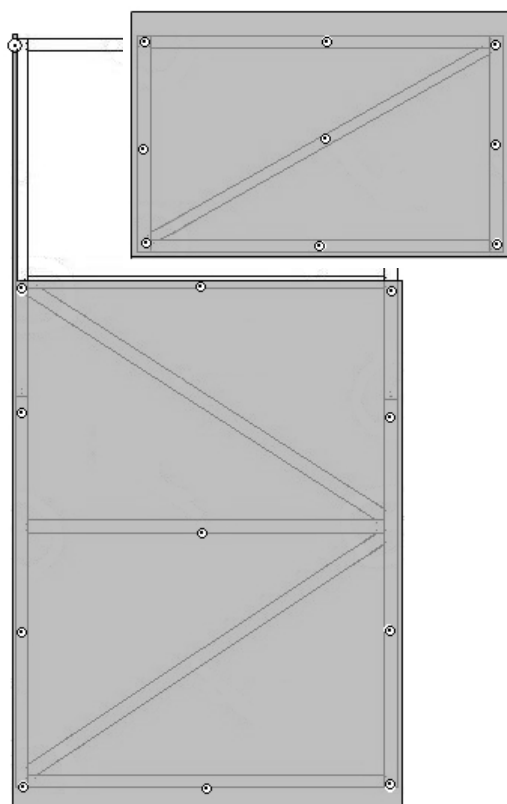

Рис.12 Крепление покрытия к двери и форточке
3.8.6. Закрепите покрытие на каркасах двери и форточки, используя винты крепления м4х14и м4х25 с шайбами (см. Рис. 12).